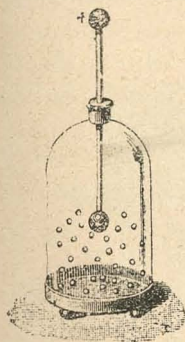

Fig. 170.—Granizo eléctrico
*Granizo eléctrico.* — Sobre un disco conductor (fig. 170) unido con el suelo, se colocan bolas de saúco debajo de una campana de vidrio; la varilla metálica que atra-